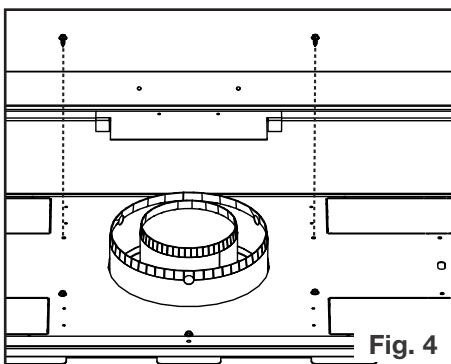

Fig. 4
4. Enlevez la douille d'évent comme illustré et assurez-vous de fixer les extrémités ensemble (Figure 4).
4. Dévissez les attaches comme indiqué sur la Figure 4. NE PAS DÉBRANCHER LES FIXATIONS